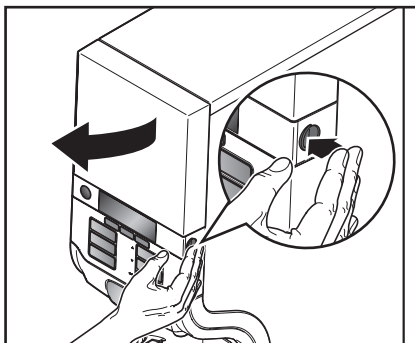

Fig. 21
1. Åpne automatdøren (fig. 21).